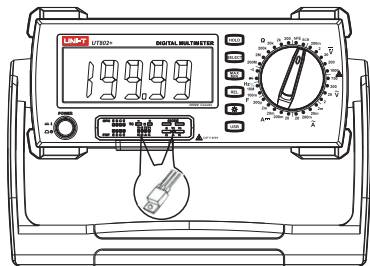

图11. SCR(晶闸管) 测量
- 2) 档位打到SCR测量档位, 如图11;
- 4) 将SCR 引脚插入到UT-S03A正确的位置见图11; (UT-S03A 已经有SCR引脚G (门极)、A (阳极)、K (阴极) 标号。SCR引脚应该对应正确)